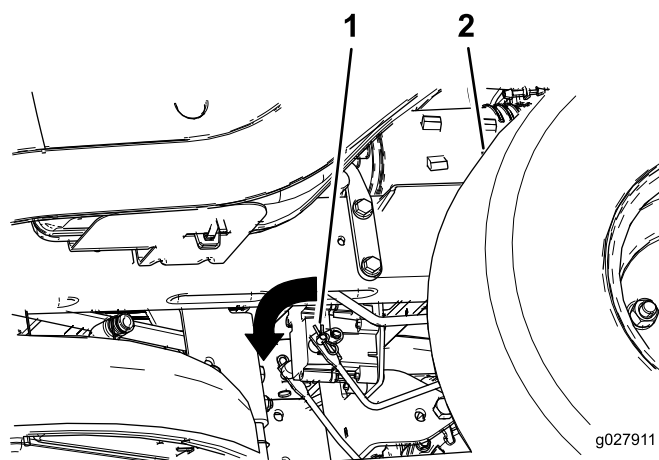

Figura 42
2. Localice el eje del freno eléctrico al que están conectados los brazos de enganche de los frenos (Figura 42).